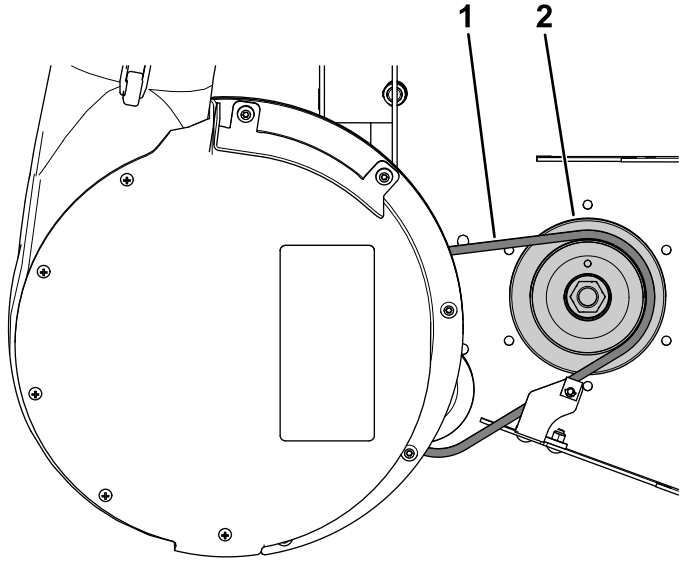

Figura 21
1. Tire hacia atrás de la polea tensora tensada con muelle y pase la correa del soplador alrededor de la polea motriz (Figura 21).